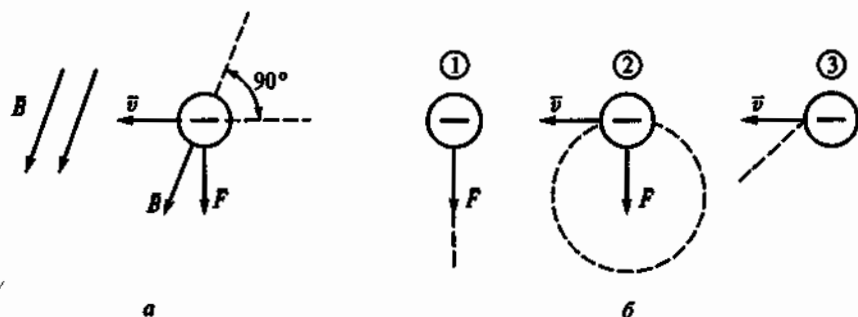

Рис. 44
2.9. Электрон влетает в однородное магнитное поле с индукцией B со скоростью $\vec{v}$ (рис. 44, а). По какой из трех траекторий, показанных на рис. 44, б, будет двигаться электрон под действием возникшей силы Лоренца F ?